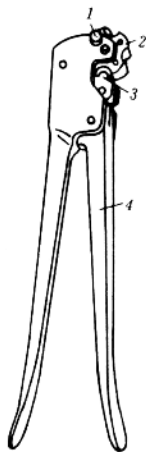

图 1-5 压线钳
1. 压线钳 是一种将铝芯多股电线(或铜芯镀锡多股电线)进行压接连接的工具(图 1-5)。使用时,将两根需压接的芯线相对插入内径合适的铝套管中,使两芯线线头恰在铝套管中央。根据铝套管的型号选择相同规格的线模,装在压线钳上,拧紧定位螺丝后,把套有铝套管的芯线嵌入线模,对准套管,用力捏钳柄,进行压接。压接时,应先压两端的两个坑,再按实际情况在中间压下数个坑,压坑应在一条直线上。
由于被压接材料的质地和粗细不同,所需压力大小不同,所以除图 1-5 所示的压线钳外,还有其他形式的压线钳,如液压导线压线钳等。